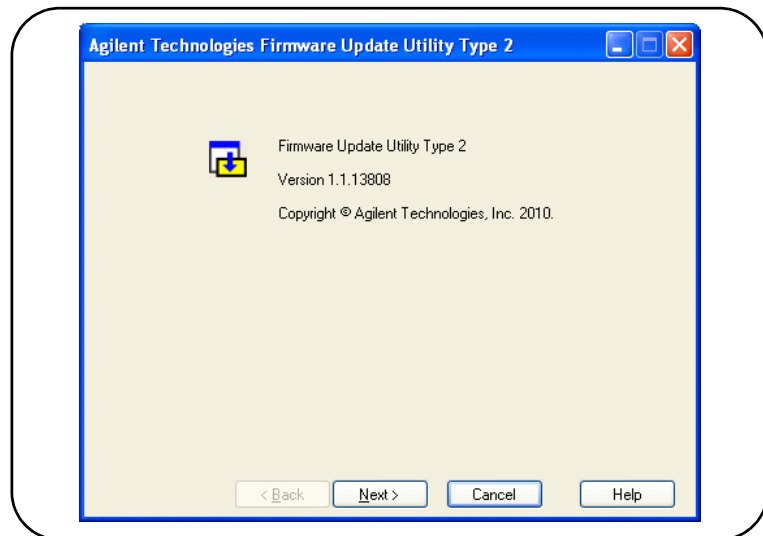

図2-9. ファームウェア・アップデート・ユーティリティのファイル選択ウィンドウ。
1. インストール・ディレクトリまたはスタート・メニューから、ユーティリティを起動します。図2-9に示すようなウィンドウが表示されます。